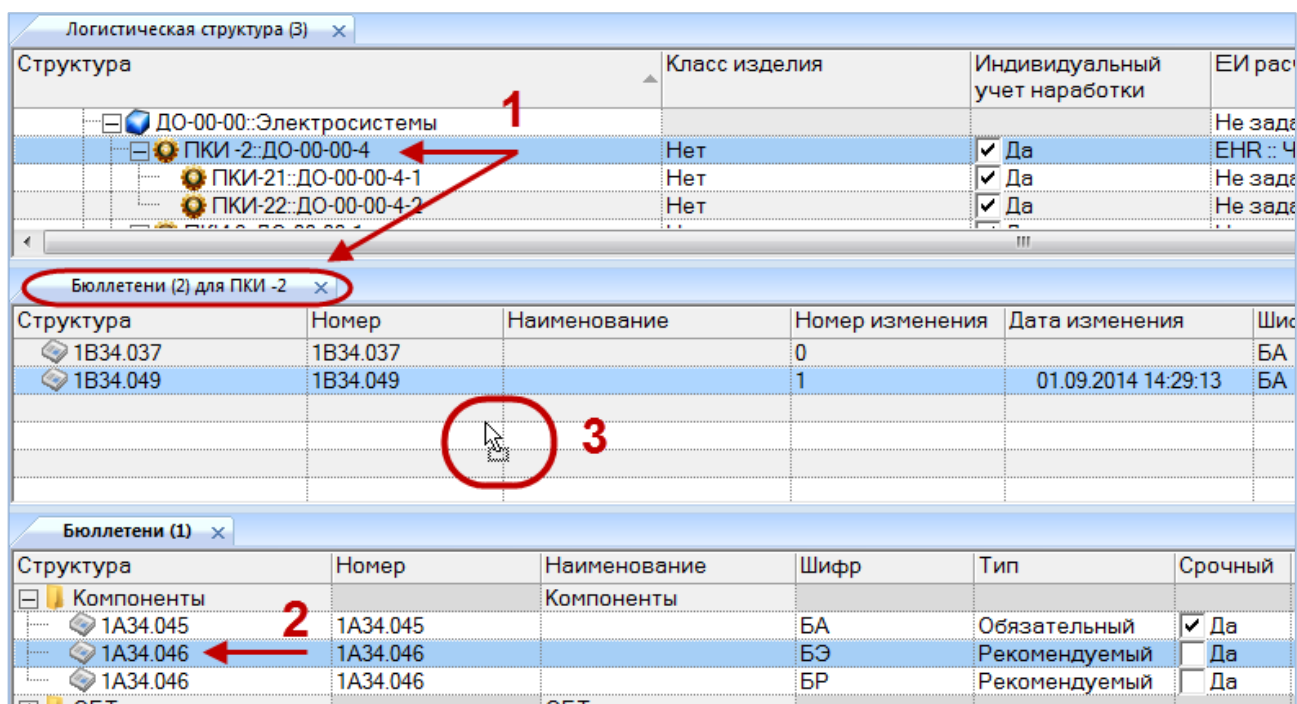

Рис. 14-18 – Перемещение бюллетеня в окно связанных объектов «Бюллетени» для компонента
2) В рабочем окне «Логистическая структура» выбрать компонент и открыть окно связанных объектов «Бюллетени» для выбранного компонента (1 на рис. 14-18). Для этого нажать кнопку «Бюллетени» панели «Связанные объекты».
3) Выбрать бюллетень в рабочем окне «Бюллетени» (2 на рис. 14-18). Для выделения нескольких бюллетеней используются клавиши CTRL и SHIFT.
4) Удерживая нажатой левую кнопку мыши, переместить выделенный бюллетень в окно связанных объектов «Бюллетени» для выбранного компонента (3 на рис. 14-18). Отпустить левую кнопку мыши – в результате будет установлена связь между бюллетенем и компонентом. Информационное сообщение при этом не выводится.